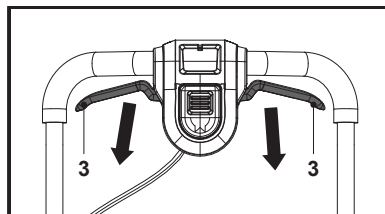

Fig. 18
Relâcher les leviers de démarrage (3) pour arrêter le moteur et la lame de coupe (22) (Fig. 18).